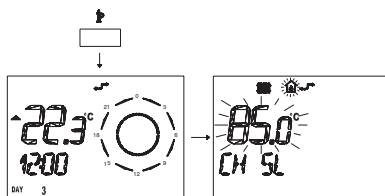

Figura 5.44 Remoto info.
- 1 Premere per più di 3 secondi il pulsante  per entrare in modalità **INFO** (**Figura 5.44**)
per entrare in modalità **INFO** (Figura 5.44)